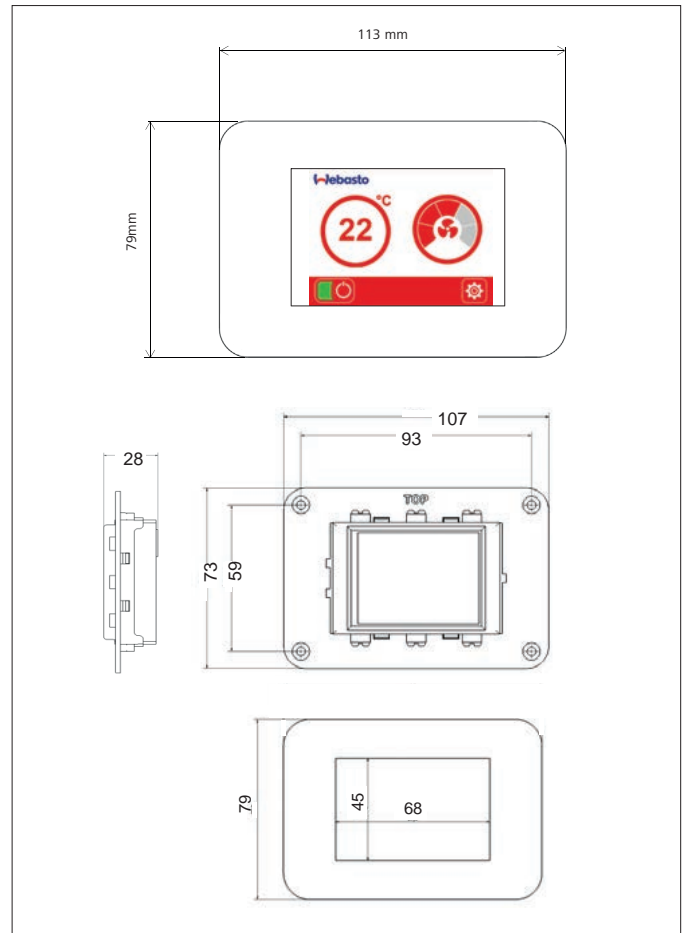

Abb.14 Einbau BlueCool MyTouch
- ▶ Ausschnitt für das Bedienelement an gewünschter Einbauposition vornehmen. Ausschnittmaße siehe Abb.14.